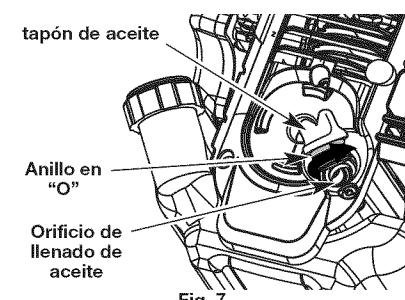

Fig. 7
- Saque el tapón de aceite/varilla de medición del cigüeñal (Fig. 7).